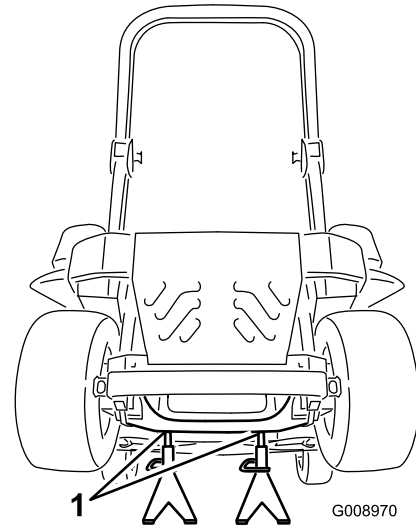

Figure 101
3. Soulevez la machine sur des chandelles (Figure 101).
9. Retirez les chandelles et abaissez la machine (Figure 101).